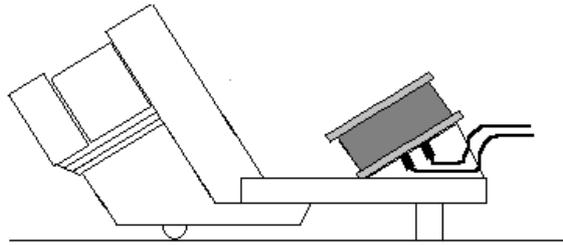

Fig. 2 Montaggio della bobina supplementare con porta tubi S (U185001)
- Posizionare la bobina sull'appoggio obliquo del porta tubi S in modo che i connettori scorrano all'interno dell'apposita fessura (ved. Fig. 2).